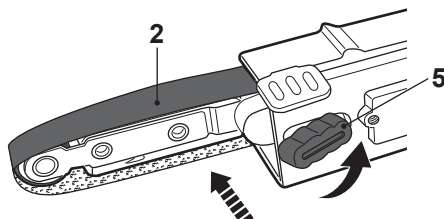

Fig. 5
- > Rode o manípulo de ajuste do alinhamento da correia (5) para a esquerda para ajustar a correia abrasiva (2) para a esquerda (Fig. 5).